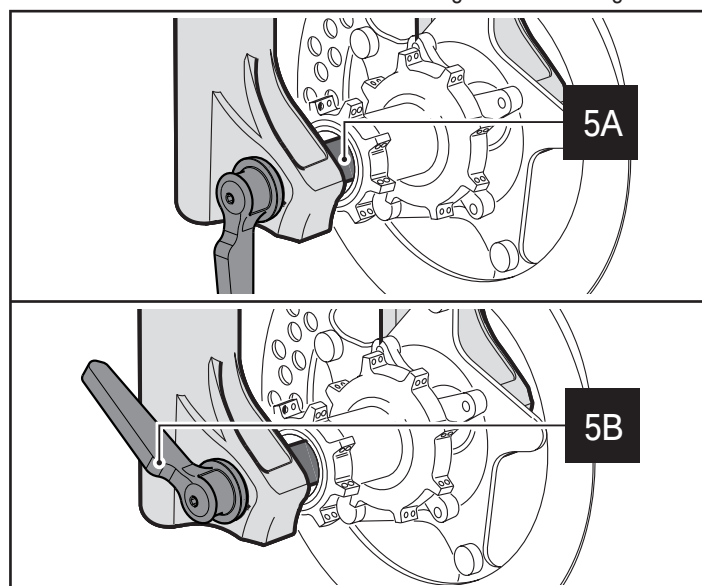

Abbildung 5 - Radmontage auf gabeln mit Aufnahmefuß mit Schnellauslösung QR
- Die Mitte des Rads mit den beiden Radachsen ausrichten (siehe 5A in Abbildung 5).
- Die Radachse durch die rechte Radaufnahme und das Rad schieben und in der linken Radaufnahme befestigen (siehe 5A in Abbildung 5).
- Die Achse bis zum Hören eines "Klicks" einschrauben (siehe 5B in Abbildung 5).